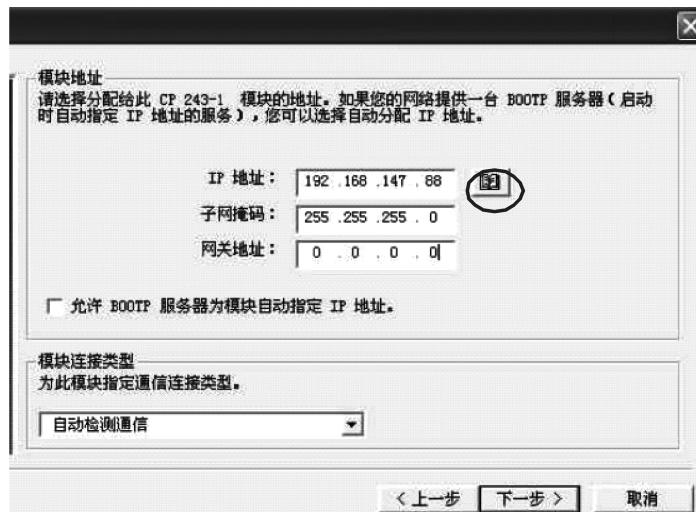

图 7-40 设置以太网模块地址等参数
① 人工输入：在“IP 地址”中输入模块 IP 地址，或单击“”图标从列表中选择一个模块 IP 地址。输入了网掩码和网关地址。若本例使用静态 IP 地址，如图 7-40 所示。